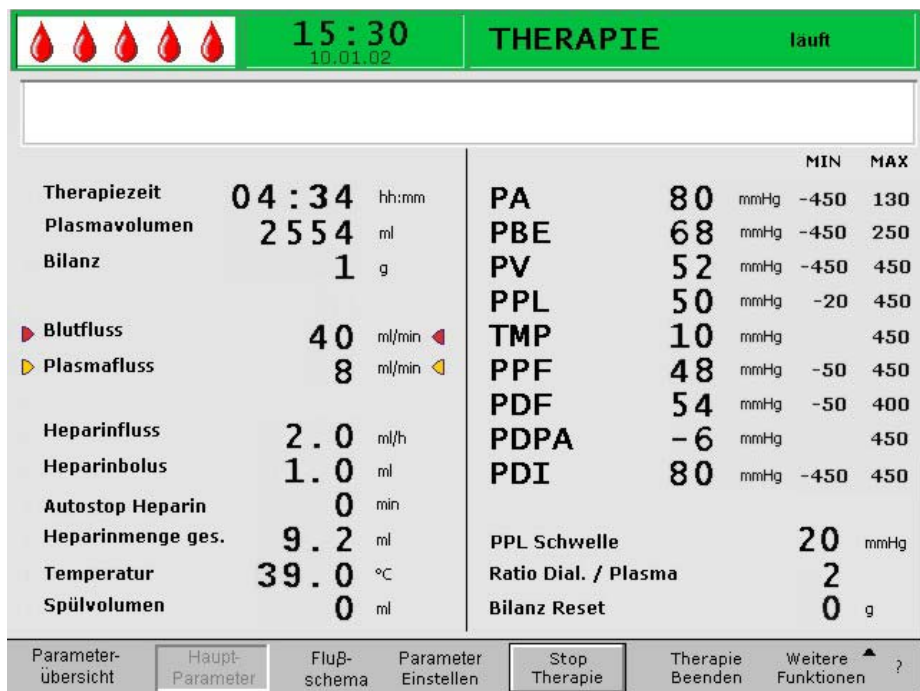

Abb. 2-12 Bildschirm *Parameterübersicht*
- Parameterübersicht (Abb. 2-12)